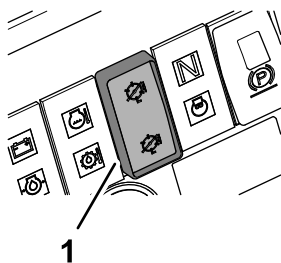

Figura 10
- Para poner en marcha las unidades de corte, pulse la parte superior del interruptor de la transmisión de la unidad de corte (Figura 10).